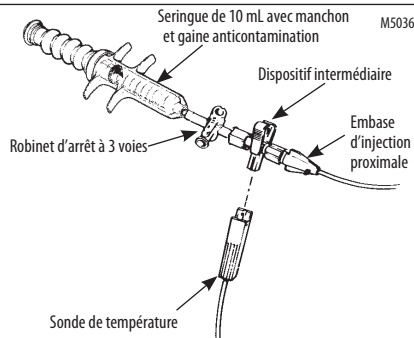

Figure 4. Sonde de température et dispositif intermédiaire
2. Insérer la sonde de température réutilisable de la solution d'injection dans le dispositif intermédiaire (Figure 4). Fixer le système pour minimiser les déplacements engendrés par le patient.
Retrait de la sonde de température intermédiaire (Figure 4)
2. Die wiederverwendbare Injektattemperatursonde in die Durchflussarmatur einsetzen (Abbildung 4). Das System arretieren, um Bewegungen in Bezug auf den Patienten auf ein Minimum zu reduzieren.
Entfernen der Durchflusstemperatursonde (Abbildung 4)